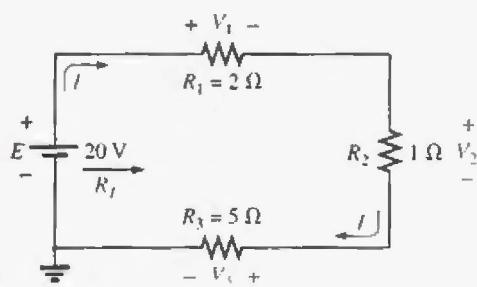

FIGURA 5.7
- Calcule la resistencia total del circuito en serie de la figura 5.7.